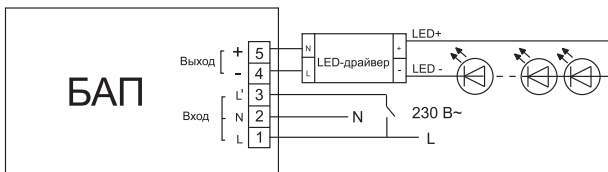

Рисунок 2
3.2 Постоянный режим. БАП подключается к светодиодному светильнику, а входные клеммы L и L, БАП закорачиваются (рисунок 2).